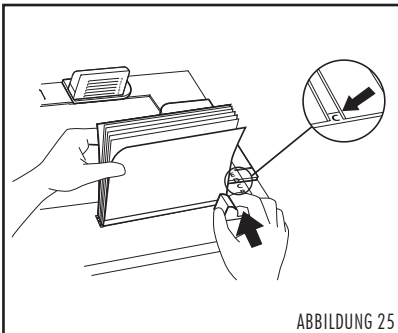

ABBILDUNG 25
1. Bestimmen Sie mit Hilfe der Rückenbreiteanzeige auf dem Bindepult die erforderliche Rückenbreite des Buchdeckels (siehe Abbildung 25). Sollte die Rückenbreite C überschritten werden, stecken Sie die grünen Plastikstifte in die dafür vorgesehenen Schlitze, um ein Verrutschen des Dokumentes während des Bindevorgangs zu vermeiden.